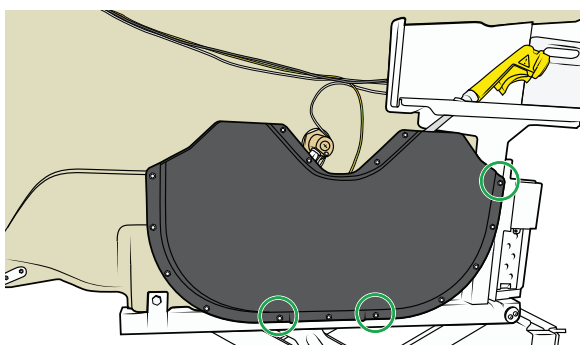

Figure 30
12. Retirez le guide de flexible (trois vis). Voir Figure 30.